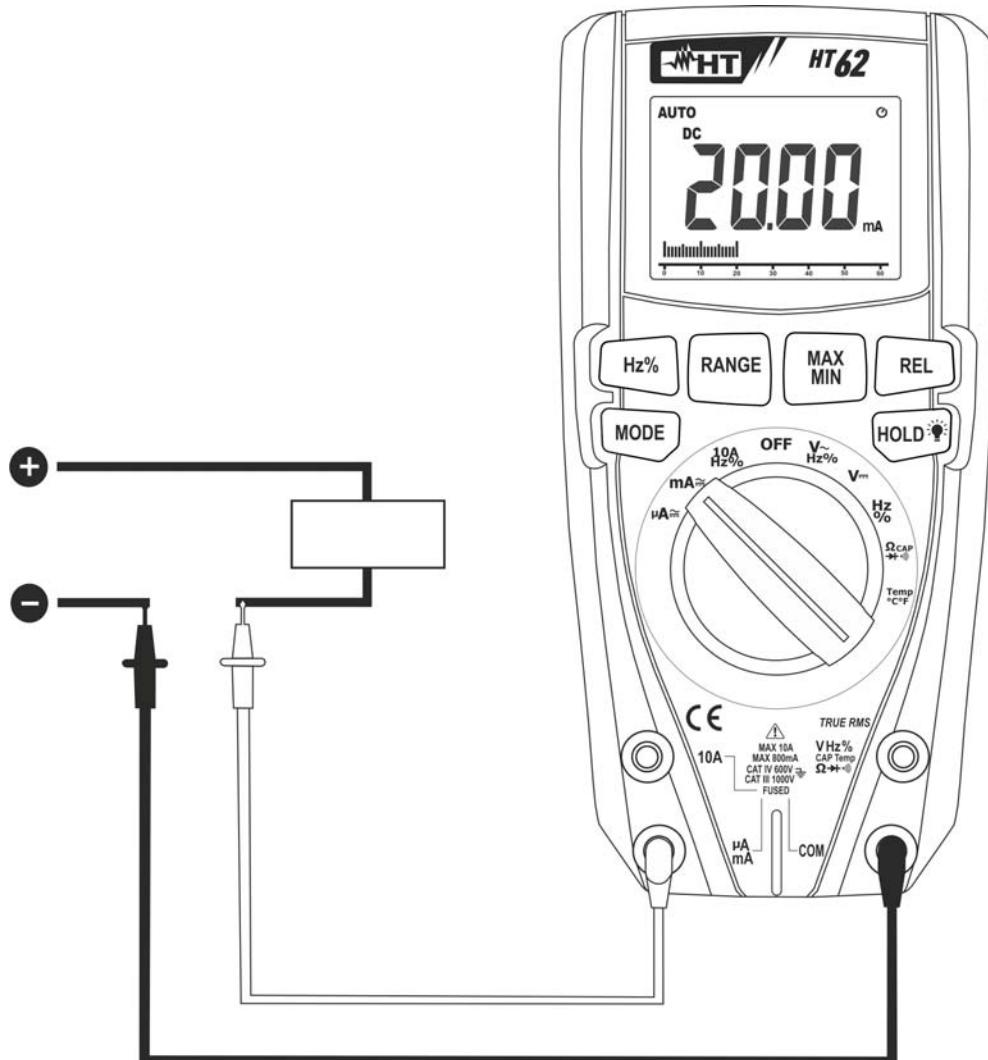

Fig. 9: Uso dello strumento per misura di Corrente DC
4. Collegare il puntale rosso ed il puntale nero in serie al circuito di cui si vuole misurare la corrente rispettando la polarità ed il verso della corrente (vedere Fig. 9).
7. La visualizzazione del simbolo "**-**" sul display dello strumento indica che la corrente ha verso opposto rispetto alla connessione di Fig. 9.